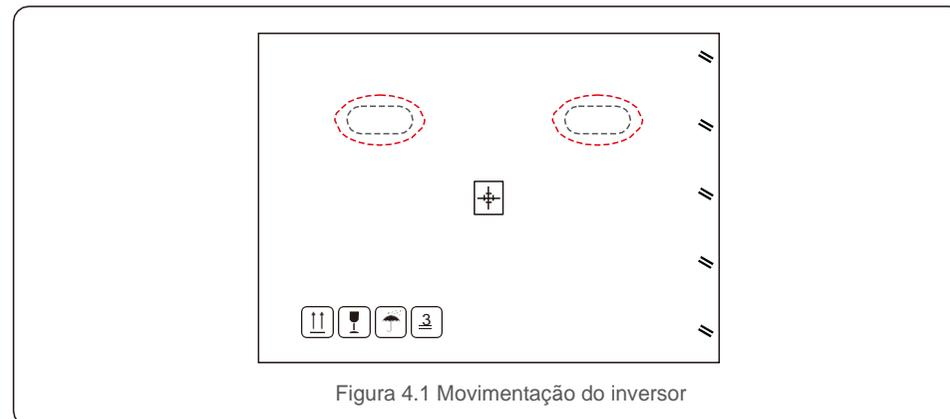

Figura 4.1 Movimentação do inversor
1. Os círculos vermelhos abaixo indicam recortes na embalagem do produto. Empurre os recortes para formar alças e mover o inversor (veja a Figura 4.1).